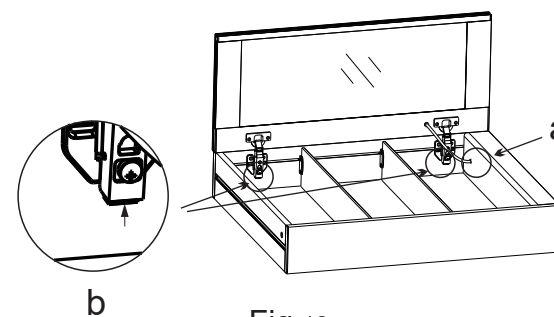

Fig. 12
4.1. Afloje la tuerca de plástico y saque el cable (a), sujete la base de las dos tapas de las bisagras (b), retire la puerta del retrovisor. Fig. 12